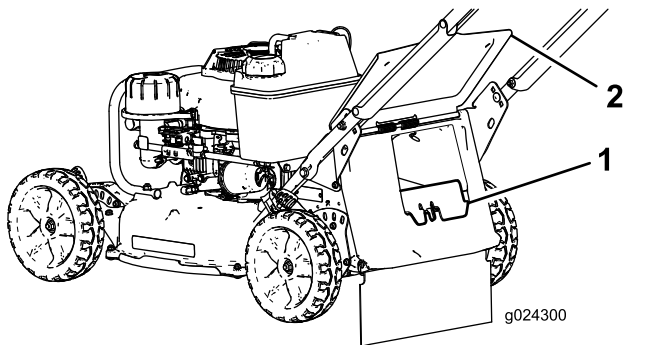

图19
- 如果后排草塞未安装请抓住排草塞的手柄抬起后门将排草塞插入后排草斜槽直至门锁定到位 图19。
3. 用拇指将门锁推入并将排草塞从机器中拉出卸下后排草塞 图19。